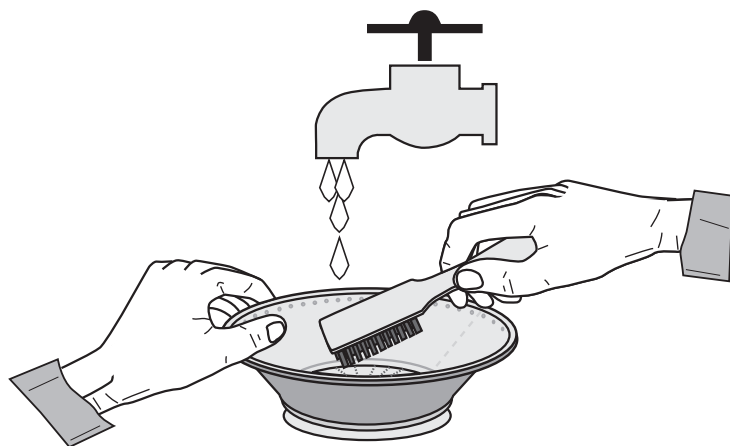

Abb. 8
- Um mehr Saft zu erzielen, muss der Korb immer mit einer Nylon-Bürste gereinigt werden. Den Korb unter den Wasserhahn halten und mit der Bürste die Innenseite des Siebes reinigen (siehe Abb. 8), danach gegen das Licht kontrollieren, dass keine Verstopfungen der Löcher des Filtersiebes vorhanden sind. Sollten noch Verstopfungen vorhanden sein, den Korb in warmes Wasser mit 12% Zitronensaft bzw. Essig legen, um die Verstopfungen zu entfernen. Andernfalls den Korb im Geschirrspüler reinigen.